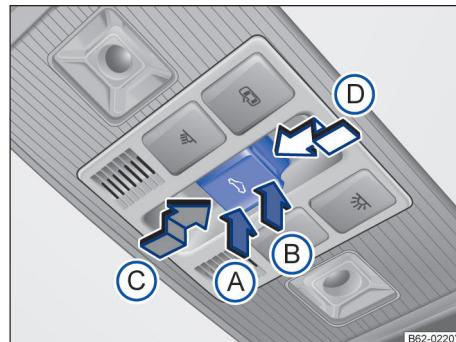

图 57 顶篷上的天窗控制按钮
💡 按钮→图 57 设有 2 挡位置。1 挡位置：可完全打开天窗，或部分翻开天窗，打开或关闭天窗。
- 触发防夹功能后 5 秒钟内按压  按钮 → 图 57，沿箭头① 方向将按钮保持在 2 挡位置，直至天窗完全关闭。